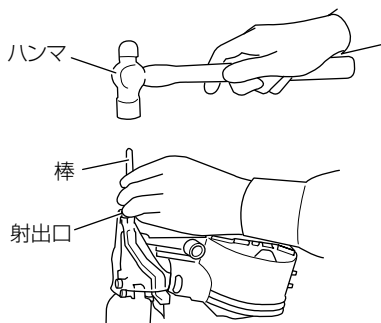

図 28
- 釘をマガジン内より抜き取り、釘ガイドを開き、射出口から細い棒を入れハンマでたたきます。(図 28)